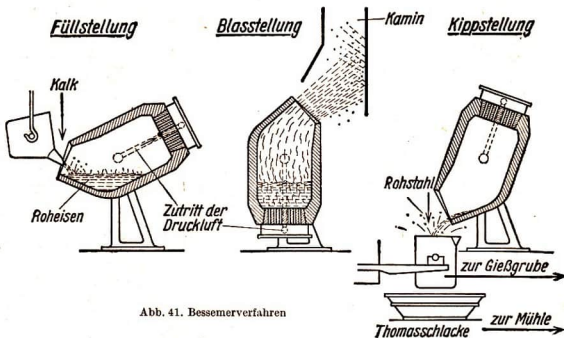

Abb. 41. Bessemerverfahren
1. Beim Bessemerverfahren wird in der sog. Bessemerbirne (Abb. 41 bis 43) Luft durch flüssiges Roheisen, wie es der Hochofen liefert, hindurchgeblasen. Der Kohlenstoff wird dabei zu Kohlendioxyd oxydiert, das entweicht.